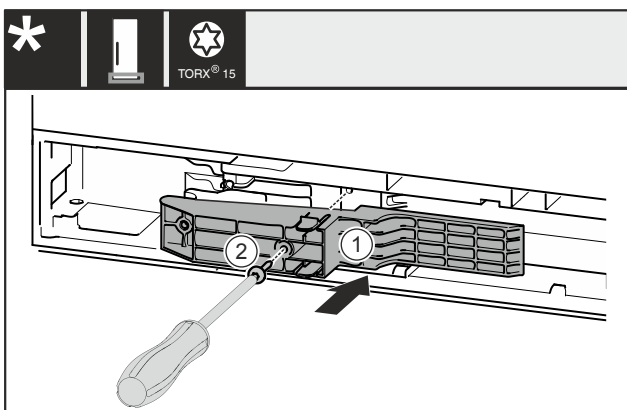

Fig. 51 *
- ▶ Вставьте деталь адаптера Fig. 51 (1) в выемку на стороне ручки.*
- ▶ Затяните винт Fig. 51 (2) отверткой.*